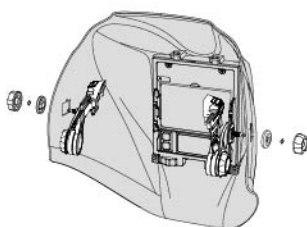

fig.14
- Posizionare ciascun adattatore nei punti di montaggio del guscio dell'elmetto e avvitare la manopola di connessione principale fino al fissaggio (vedere fig. 14).